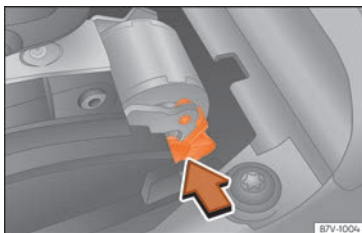

Abb. 53 Wählhebelsperre notentriegeln.
- Entriegelungshebel »» **Abb. 53** in Pfeilrichtung drücken und in dieser Position halten.